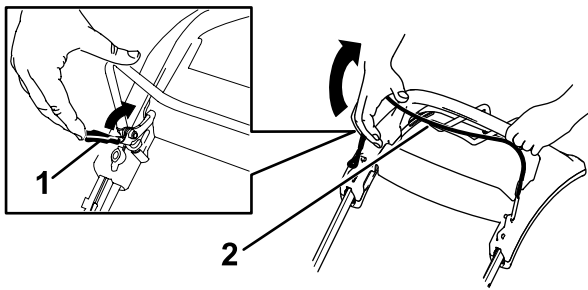

Figura 20
1. Tire hacia atrás del seguro de la barra de control de las cuchillas hasta que llegue a la barra de control de las cuchillas (Figura 20).
2. Tire hacia atrás **lentamente** **Figura 20** de la barra de control de la cuchilla hasta que llegue al manillar ( ).